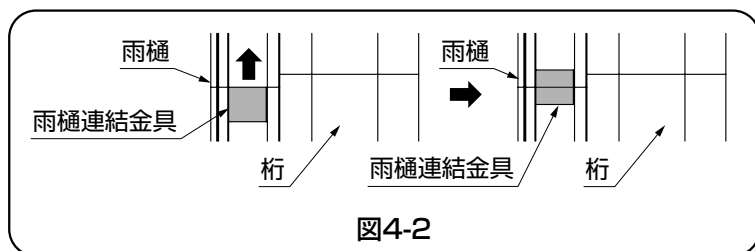

図4-2
- ①雨樋と雨樋のすき間がないように【6-6】で雨樋を桁に取付けてください。
- ②あらかじめ、雨樋に差込まれている雨樋連結金具を連結部まで動かし、雨樋連結金具のセンターが連結部になるようにしてください。(図4-2参照)